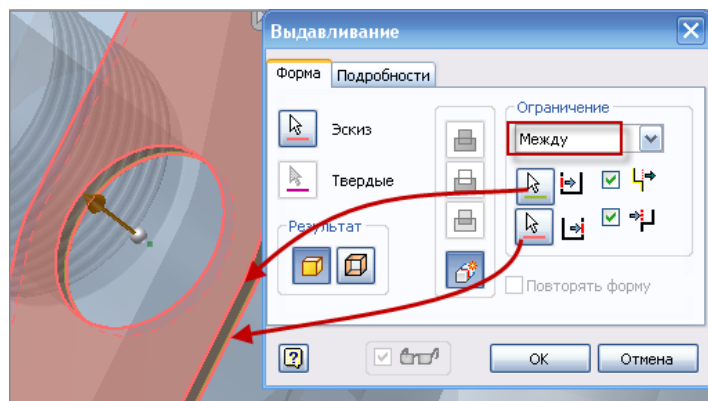

Рис. 3.76. Моделирование прокладки
- В диалоговом окне **Выдавливание** выберите  **Объединение** в поле **Ограничения** – во вкладке **Расстояние** – **Между** (см. рис. 3.76).